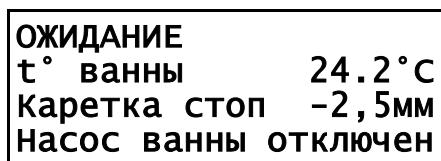

Рисунок 5 – Окно ожидания
3.3.2 Через 10 секунд или по нажатию кнопки [Стоп] на панели управления, дуктилометр переключится в режим ожидания (см. рисунок 5):